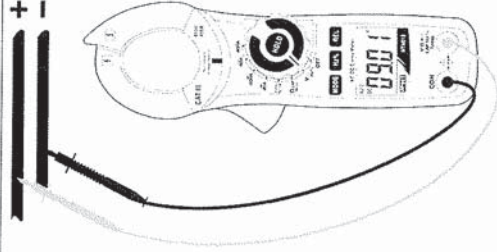

Fig. 2 : Utilisation de la pince pour mesure de tension DC
2. Insérer le câble rouge dans l'entrée du jack $V_{\Omega Hz}$ et le câble noir dans la borne d'entrée COM (Fig. 2).